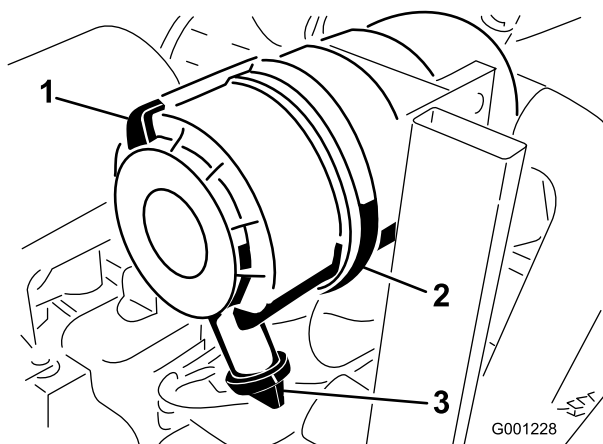

Figura 47
1. Tire hacia fuera del enganche y gire la tapa del limpiador de aire en el sentido contrario a las agujas del reloj (Figura 47).
2. Retire la cubierta de la carcasa del limpiador de aire (Figura 47).
8. Instale la cubierta orientando la válvula de salida de goma hacia abajo—entre las 5:00 y las 7:00 aproximadamente visto desde el extremo (Figura 47).